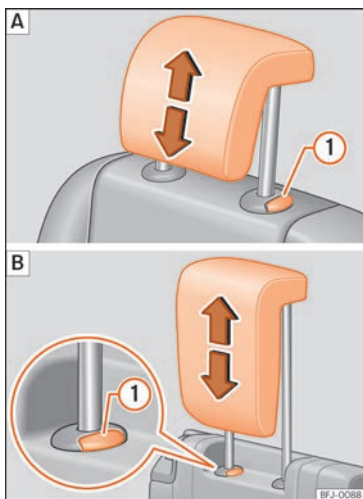

Abb. 95 Kopfstütze hinten: Kopfstützeinstellung.
zen muss die Taste >>> (Abb. 95) ① nur zum Absenken gedrückt werden >>> ⚠ in Einleitung zum Thema auf Seite 118.